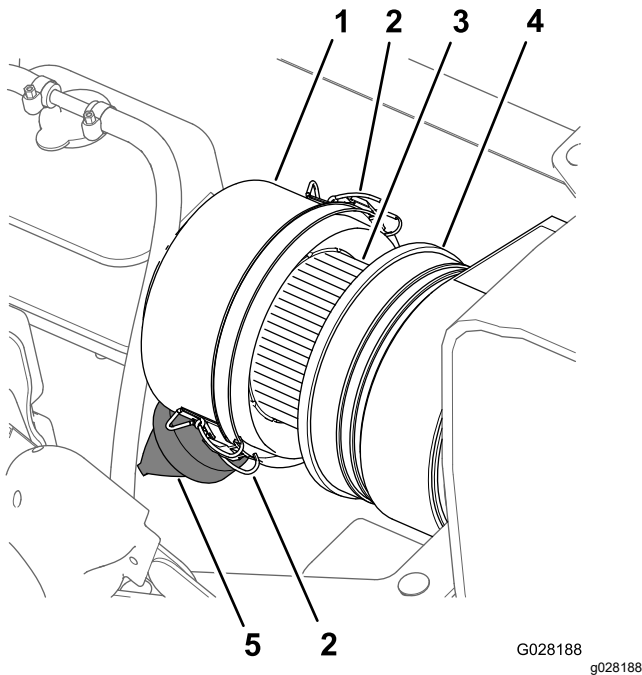
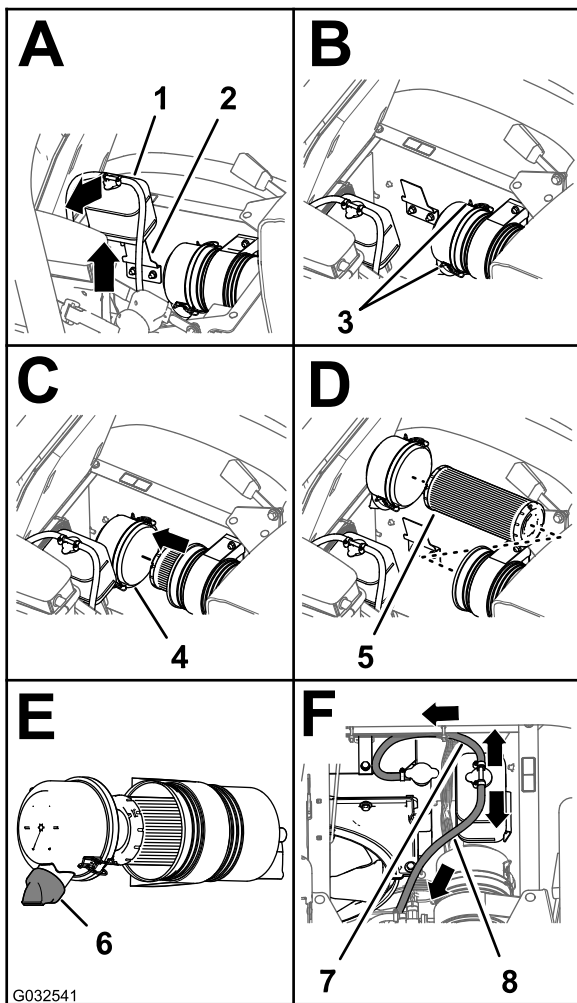

Figura 72
Figura 73
3. Limpie el tapón guardapolvo y el cuerpo del limpiador de aire (Figura 72).
5. Apriete la válvula de polvo para limpiarla de suciedad, polvo y residuos (Figura 72).
7. Compruebe si el elemento del filtro de aire tiene una acumulación excesiva de suciedad, polvo y residuos (Figura 72).
8. Instale el tapón guardapolvo en el cuerpo del limpiador de aire, y sujete el tapón con los 2 enganches (Figura 72).
2. Limpie el tapón guardapolvo y el cuerpo del limpiador de aire (Figura 72).
3. Levante el depósito de expansión del refrigerante y retírelo del soporte del depósito (Figura 73).
4. Inspeccione la carcasa del limpiador de aire en busca de daños que pudieran causar una fuga de aire (Figura 72).
4. Abra los dos enganches que sujetan el tapón guardapolvo a la carcasa del limpiador de aire (Figura 73).
6. Limpie el interior del tapón guardapolvo, la carcasa del limpiador de aire y la válvula de polvo con un trapo húmedo (Figura 72 y Figura 73).
7. Instale el elemento del filtro de aire en la carcasa del limpiador de aire (Figura 73).
8. Instale la tapa sobre el cuerpo del limpiador de aire y sujétela con los 2 enganches (Figura 73).
Nota: Asegúrese de que la válvula de polvo está alineada a una posición entre las 5 y las 7, vista desde el extremo (Figura 73).
9. Alinee el depósito de expansión del refrigerante con el soporte del depósito y coloque el depósito firmemente (Figura 73).
Importante: Asegúrese de que la manguera de alivio de presión está enrutada hacia delante y hacia abajo, y que la manguera de ventilación está enrutada hacia atrás, como se muestra en la Figura 73.